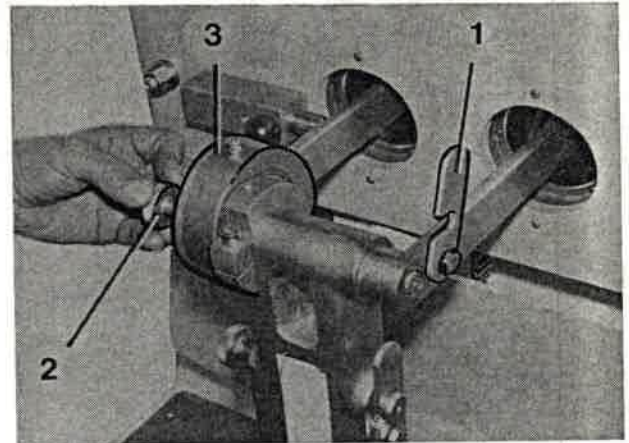

Bild 210
3. Sicherungsblech (Bild 210/1) umlegen, Bolzen (Bild 210/2) und Exzenter (Bild 210/3) herausziehen.